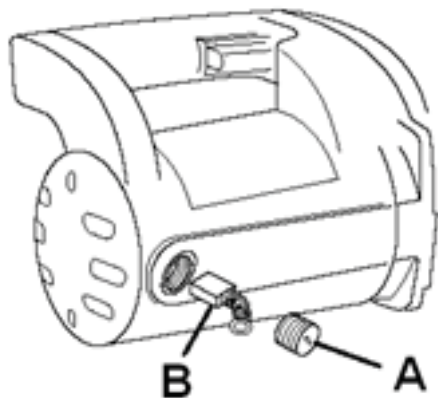

Рис.10
- Снимите крышки щеток (А, Рис. 10).